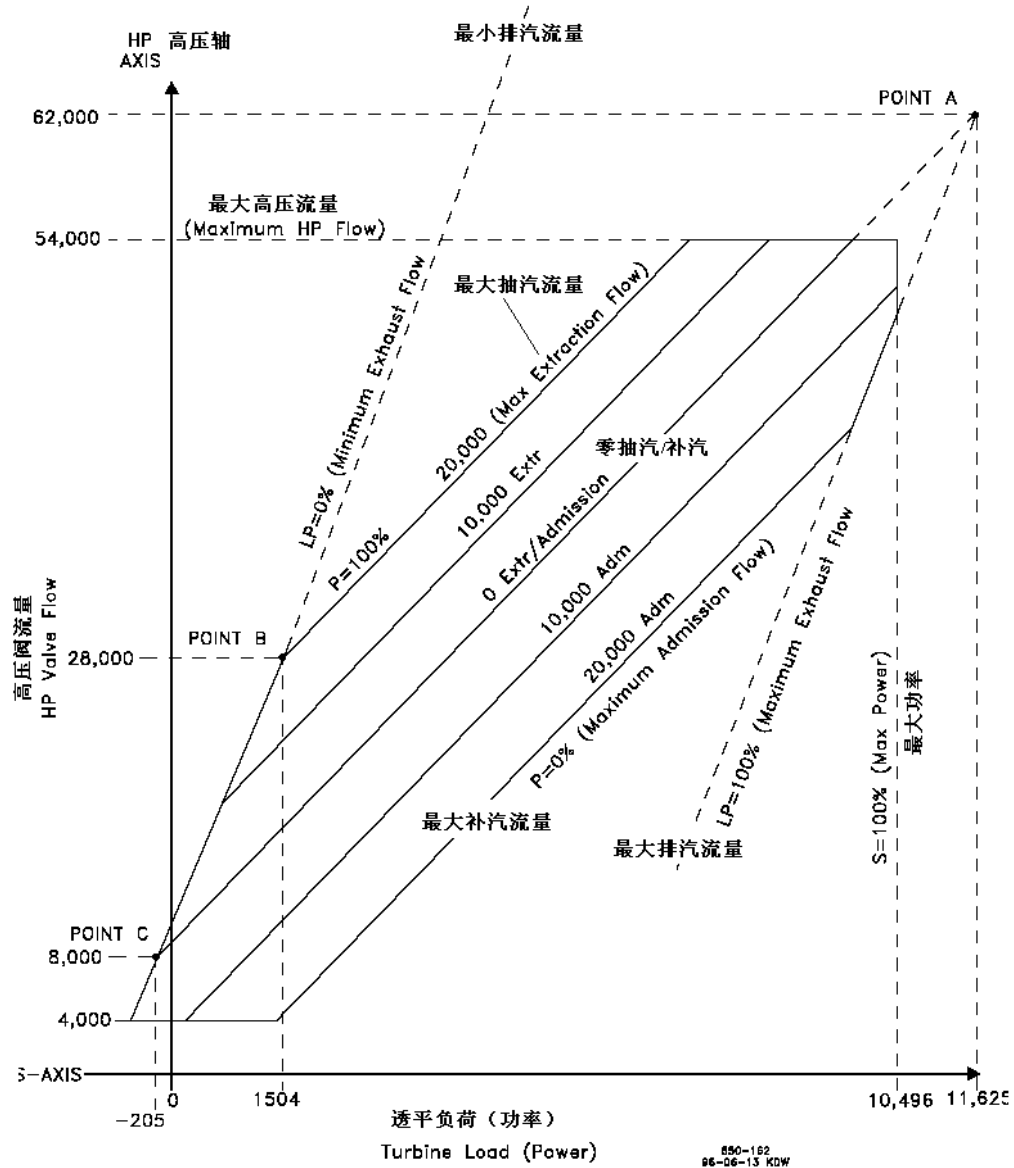

图 4-6. 典型的抽汽&amp;补汽工况图
在将透平的抽/补汽工况图编程输入到控制器之前，必须得到交点A、B、C（见图4-6）。
如果B点和C点不存在，必须修改工况图以包含B点和C点。需要产生LP=0线。为了产生LP=0线，你必须知道通过透平后部的最小蒸汽流量。在我们的例子中（图4-6），最小蒸汽流量是8,000lb/h（3629kg/h）。
1. 延长最大抽汽线。参见图 4-6。
从转换后的工况图中可以得到10个需要的数值。下面提供的例子，将采用图4-6的工况图。